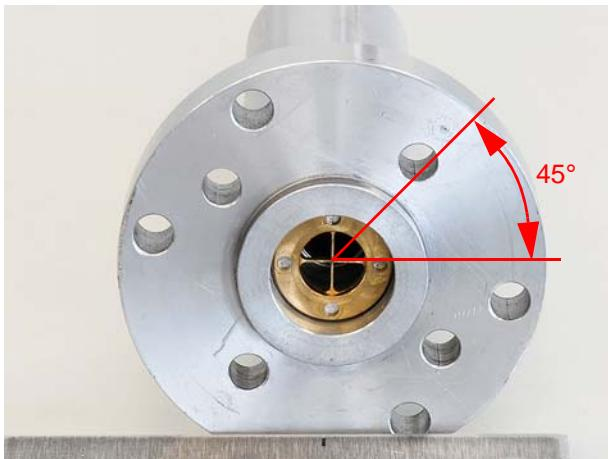

Abbildung 7.9 Fadenkreuz montieren
12. Fadenkreuz mit Aufnahme wie in Abbildung 7.9 dargestellt in den Justagetubus stecken. Dadurch wird sichergestellt, daß bei der Justage ein senkrechttes Kreuz angezeigt wird.